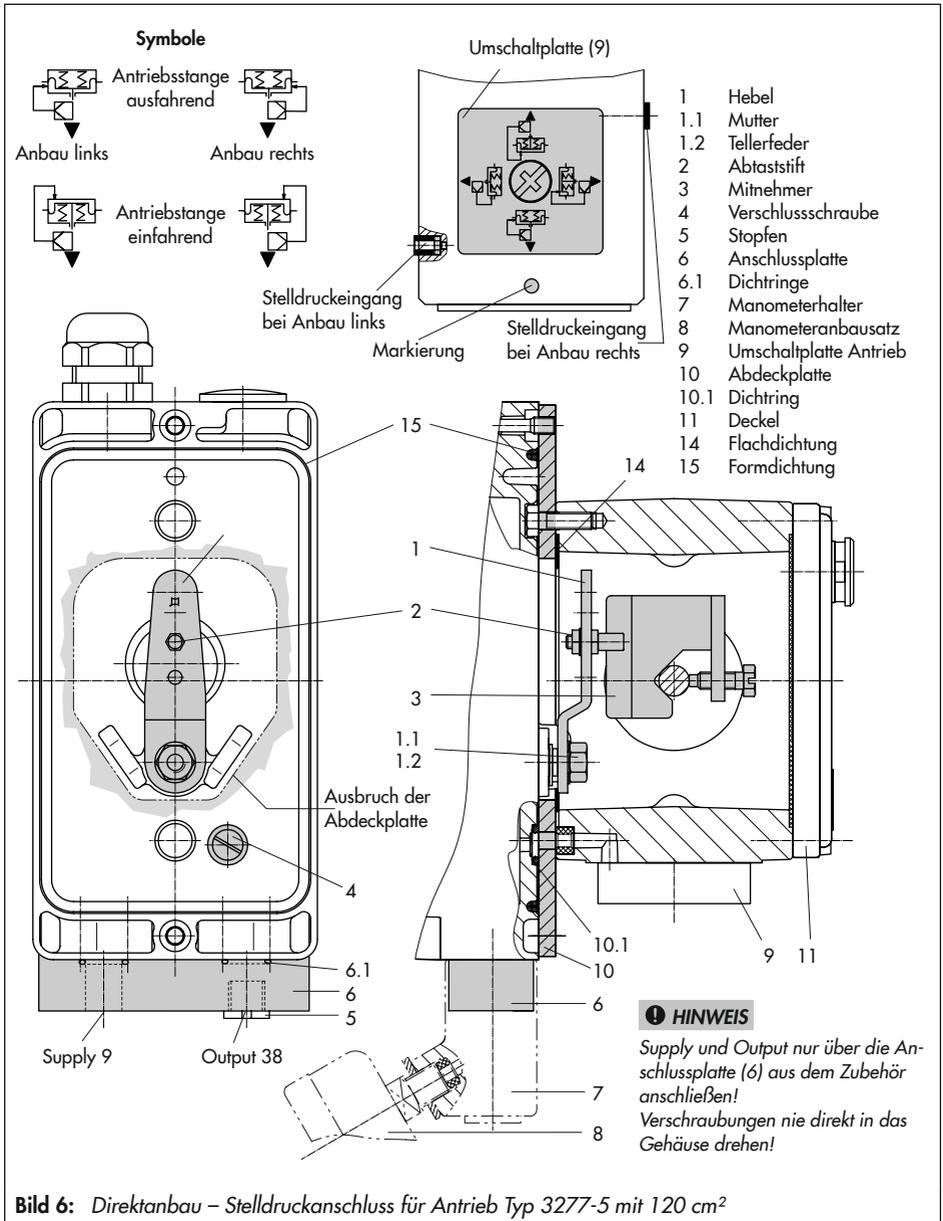

Bild 6: Direktanbau – Stelldruckanschluss für Antrieb Typ 3277-5 mit 120 cm²
Antrieb mit 120 cm² (vgl. Bild 6)
1. Anschlussplatte (6) oder Manometerhalter (7) mit Manometern am Stellungsregler montieren, auf richtigen Sitz der beiden Dichtringe (6.1) achten.
2. Verschlusschraube (4) auf der Stellungsregler-Rückseite entfernen und den Stelldruckausgang „Output 38“ an der Anschlussplatte (6) oder am Manometerhalter (7) mit dem Stopfen (5) aus dem Zubehör verschließen.
3. Mitnehmer (3) an die Antriebsstange setzen, ausrichten und so festschrauben, dass die Befestigungsschraube in der Nut der Antriebsstange sitzt.
4. Abdeckplatte (10) mit schmaler Seite des Ausbruchs (Bild 6 links) in Richtung zum Stelldruckanschluss befestigen, die aufgeklebte Flachdichtung (14) muss zum Antriebsjoch zeigen.
5. **Hub 15 mm:** Am Hebel **M** (1) auf der Stellungsregler-Rückseite verbleibt der Abtaststift (2) auf Stiftposition **35** (Lieferzustand).